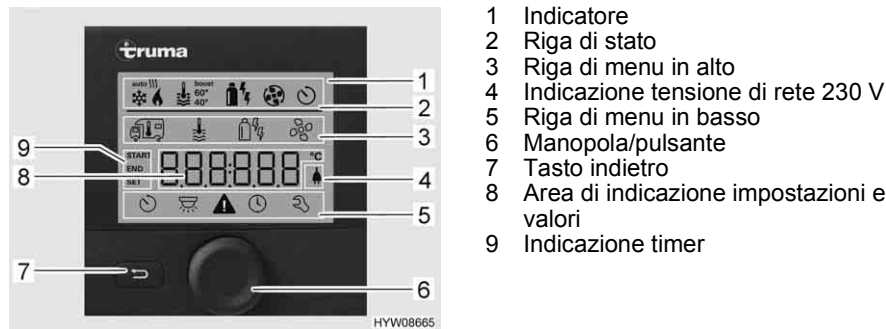
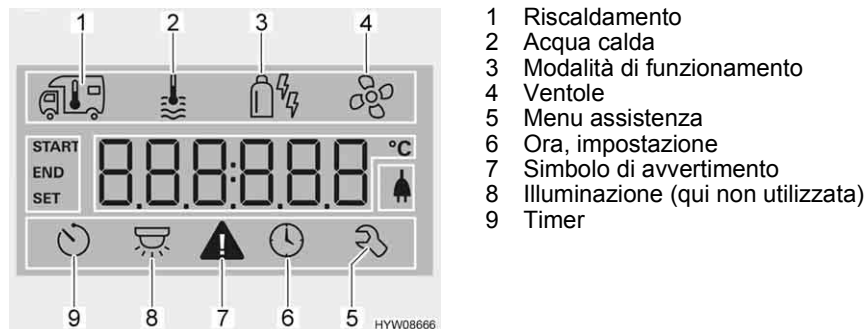

Fig. 105 Centralina di controllo con indicazioni
Fig. 106 Display (centralina di controllo)
- Riga di stato (Fig. 105,2)
- Riga di menu in alto (Fig. 105,3)
- Area di indicazione (Fig. 105,8)
- Riga di menu in basso (Fig. 105,5)
- Premere la manopola/il pulsante (Fig. 105,6) per circa 3 secondi. Vengono visualizzate entrambe le righe di menu (Fig. 105,3 e Fig. 105,5). Il primo simbolo lampeggia.
- Ruotare la manopola/il pulsante (Fig. 105,6), finché viene visualizzato il simbolo del menu desiderato.
- Premere la manopola/il pulsante per memorizzare il valore impostato. Se il valore impostato originariamente non deve essere modificato: Premere il tasto indietro (Fig. 105,7).
- Ruotare la manopola/il pulsante (Fig. 105,6), finché il simbolo del menu del riscaldamento (Fig. 106,1) lampeggia.
- Premere la manopola/il pulsante per memorizzare il valore impostato. Il simbolo nella riga di stato lampeggia (Fig. 105,2), finché viene raggiunta la temperatura impostata. Se il valore impostato originariamente non deve essere modificato: Premere il tasto indietro (Fig. 105,7).
- Ruotare la manopola/il pulsante (Fig. 105,6), finché il simbolo del menu relativo all'acqua calda (Fig. 106,2) lampeggia.
- Premere la manopola/il pulsante per memorizzare il valore impostato. Il simbolo nella riga di stato lampeggia (Fig. 105,2), finché viene raggiunta la temperatura dell'acqua impostata. Se il valore impostato originariamente non deve essere modificato: Premere il tasto indietro (Fig. 105,7).
- Ruotare la manopola/il pulsante (Fig. 105,6), finché il simbolo del menu relativo alla modalità di funzionamento (Fig. 106,3) lampeggia.
- Premere la manopola/il pulsante per memorizzare la modalità di funzionamento impostata. Se il valore impostato originariamente non deve essere modificato: Premere il tasto indietro (Fig. 105,7).
- Ruotare la manopola/il pulsante (Fig. 105,6), finché il simbolo del menu delle ventole (Fig. 106,4) lampeggia.
- Ruotare la manopola/il pulsante (Fig. 105,6), finché il simbolo del menu del timer (Fig. 106,9) lampeggia.
- Premere la manopola/il pulsante. Il timer è attivato. Il simbolo del timer (Fig. 106,9) lampeggia quando il timer è programmato e attivo.
In caso di avviso, il relativo simbolo lampeggia (Fig. 106,7). Il riscaldamento rimane in funzione. Se si tratta solo di un guasto temporaneo, il simbolo di avvertimento si spegne autonomamente.